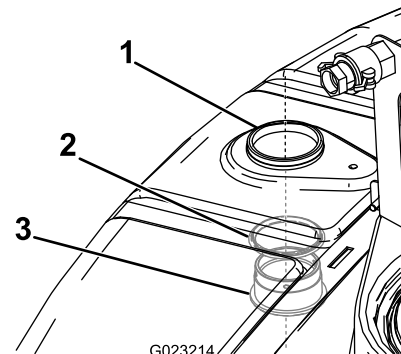

Figura 16
1. Instale el pasamuros y la junta a través del orificio que abrió en Perforación del depósito (página 11), desde el interior del depósito (Figura 16).
2. Sujete el conector estanco al depósito con el anillo de bloqueo (Figura 16).